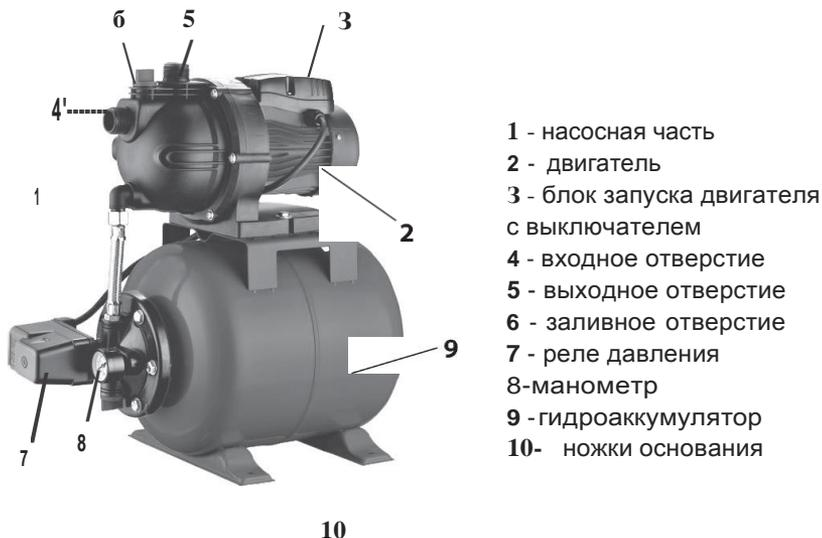

рис.1
1.6 Общий вид станции представлен на рис.1
1.7 Двигатель (рис.1 поз.2) в металлическом корпусе и насос (рис.1 поз.1) в пластиковом корпусе закреплены сверху, на корпусе гидроаккумулятора (рис.1 поз.9). Подключение насоса к сети осуществляется кабелем питания со штепсельной вилкой с заземляющим контактом. Насосная часть станции имеет два отверстия (Ду = 1") для присоединения входной (рис.1 поз.4) и выходной (рис.1 поз.5) трубы (шланга). Сверху расположена заливная горловина (рис.1 поз.6) с пробкой. На блоке запуска (рис.1 поз.3) расположен выключатель двигателя. Он имеет два фиксированных положения: «I» - включено и «O» - выключено.
3.3 Установить станцию на ровной твёрдой поверхности. Для уменьшения вибрации рекомендуется закрепить ножки основания (рис.1 поз.10). Станцию лучше всего расположить как можно ближе к скважине (колодцу) подачи воды.